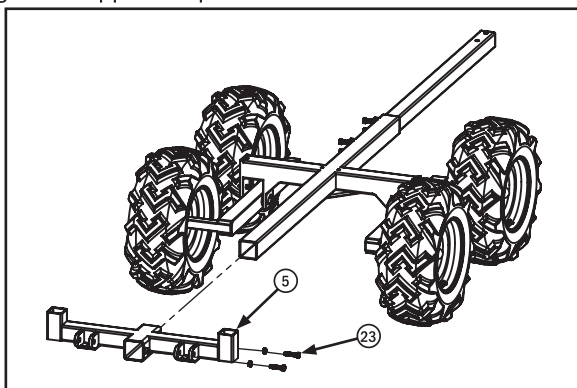

Fig. 9
Étape 10 : Installez le support de plateau arrière. Placez le support de plateau arrière (5) sur l'extrémité arrière du châssis principal (1) de manière à ce que les extrémités soient affleurantes, puis utilisez deux boulons M12x50 avec écrous (23) pour le fixer solidement en place (fig. 9) en reculant les contre-écrous, en serrant les boulons, puis en bloquant les boulons en place en serrant les contre-écrous.
Étape 11 : Installez le support de plateau avant. Placez le support de plateau avant (4) sur le tube d'extension du châssis (17) de manière à ce que la face avant se trouve à environ 20 cm (7 à 8 po) de l'extrémité du châssis principal (1), puis utilisez deux boulons M12x50 avec écrous pour le fixer solidement en place. Note : le plateau mesure 200 cm (78 po) de long et le support de plateau avant doit se trouver à environ 180 cm (70 po) de l'arrière du support de plateau arrière.